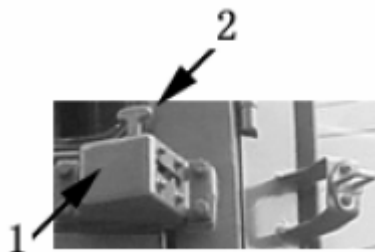

Рисунок 1-33
1.4.3.5. Замок дверцы (рисунок 1-33)